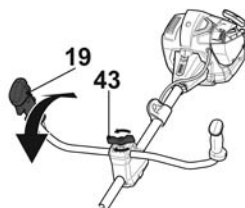

Fig. 18
- > Eliberați butonul rotativ de plastic [43] și reglați unghiul (Fig. 18).